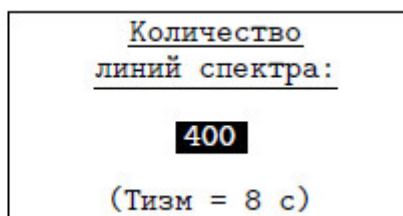

Рис. 3.14
3.4.5 **"Кол. линий спектра"** - установка количества линий спектра (Рис. 3.14).